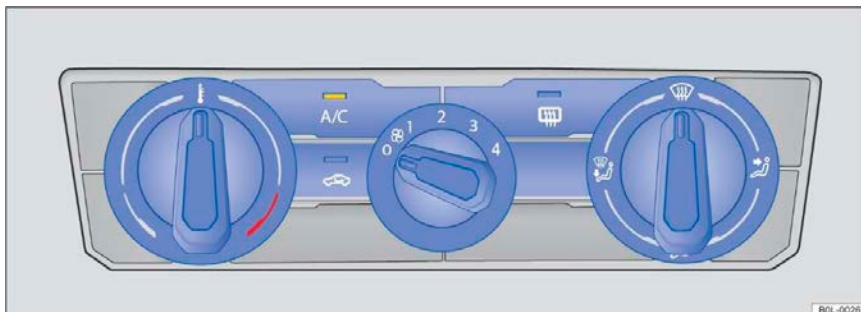

Рисунок 73 Верхняя часть центральной консоли: органы управления полуавтоматической системы кондиционирования воздуха
- Полуавтоматический кондиционер: поверните ручку регулировки вентилятора против часовой стрелки в положение 0 → рис. 73.
- Полуавтоматический кондиционер: поверните левый регулятор температуры → рис. 73.
- Полуавтоматический кондиционер: поверните поворотный регулятор посередине → рис. 73.
- Полуавтоматическая система кондиционирования воздуха: поверните правый регулятор распределения воздуха в нужное положение  → рис. 73.